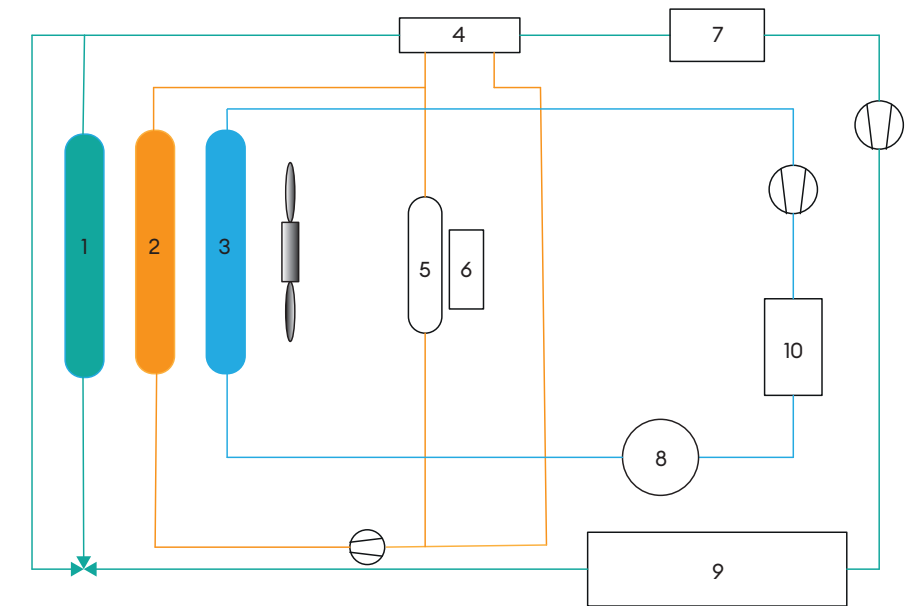

Bild 2: Indirekte Batterieerwärmung
mit einem zusätzlichen Kältemittelkreislauf, wie er in Bild 2 dargestellt ist. Dieses System besteht aus drei Kreisläufen. Der eine arbeitet für die HV-Batterie. Dafür ist er mit einem Niedertemperaturkühler und einem Zuheizung ausgerüstet, um bei hohen Temperaturen zu kühlen und bei tiefen (Aussen-) Temperaturen zu heizen. Er ist zusätzlich über einen Chiller mit dem Kältemittelkreislauf der Klimaanlage verbunden. Um eine möglichst lange Lebensdauer der Batterie zu erreichen, beträgt die Soll-Temperatur in diesem Kreislauf zwischen 15 und 30°C. Im Fahrbetrieb wird die Temperatur durch den Niedertemperaturkühler (1) heruntergekühlt. Sollte dies nicht ausreichen, wird sie mithilfe des Chillers (4) weiter abgesenkt. Dabei wird das Kältemittel im Chiller durch das Kältemittel der Klimaanlage zusätzlich abgekühlt. Mit dieser Massnahme wird auch bei hohen Temperaturen eine ausreichende Kühlung sichergestellt. Herrschen tiefe Aussentemperaturen, wird das Kältemittel im Zuheizung (7) erwärmt und sorgt so für die gewünschte Betriebstemperatur der Batterie. Einen zweiten Kreislauf gibt es für die E-Maschine und die Leistungselektronik. In diesem Kreislauf soll die Temperatur einen Wert von 60°C nicht überschreiten. Die Temperaturdifferenz zwischen den beiden Kühlkreisläufen ist der Grund, weshalb das System zwei getrennte Kreisläufe benötigt. Da durch den guten Wirkungsgrad der elektrische Antrieb nur sehr wenig Verlustwärme abgibt, benötigt man auch für die Innenraumheizung (= dritter Kreislauf) einen zusätzlichen Luftheizer (6). Somit kann die Heizung bei Fahrt und im Stand realisiert werden. Die erforderliche Energie kommt aus der Batterie, was sich negativ auf die Fahrzeugreichweite auswirkt.